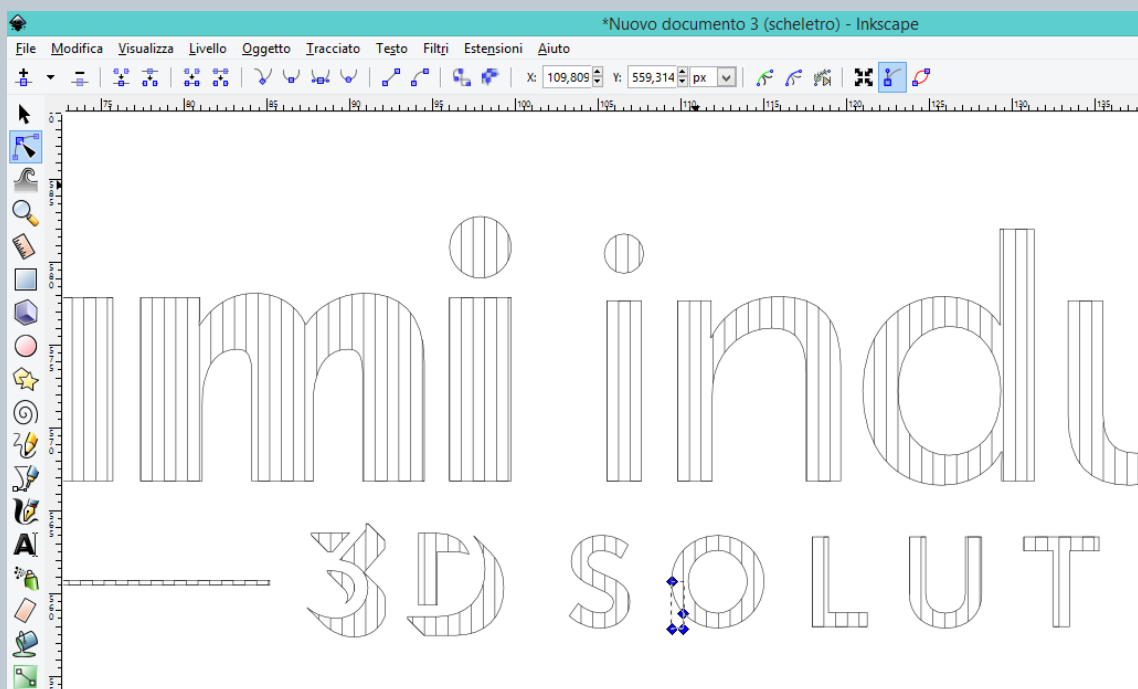

Fig. 60
- Se ci fossero delle linee non corrette, che per esempio escono dal contorno nel nostro file, oppure vogliamo alleggerire l'incisione, è possibile eliminarle selezionando la linea e poi i due punti ai vertici della linea con lo strumento "Modifica tracciati dai nodi" (Tasto scelta rapida F2) e premere dal menu a tendina "Tracciato" -> "Esclusione" per separare il tracciato non corretto. Deselezionare (Cliccando su una parte vuota del documento), selezionare nuovamente la linea non corretta e selezionare tutti i nodi del tracciato con il mouse (oppure Ctrl + A per windows) e cancellarli con il tasto CANC. (Fig. 60)